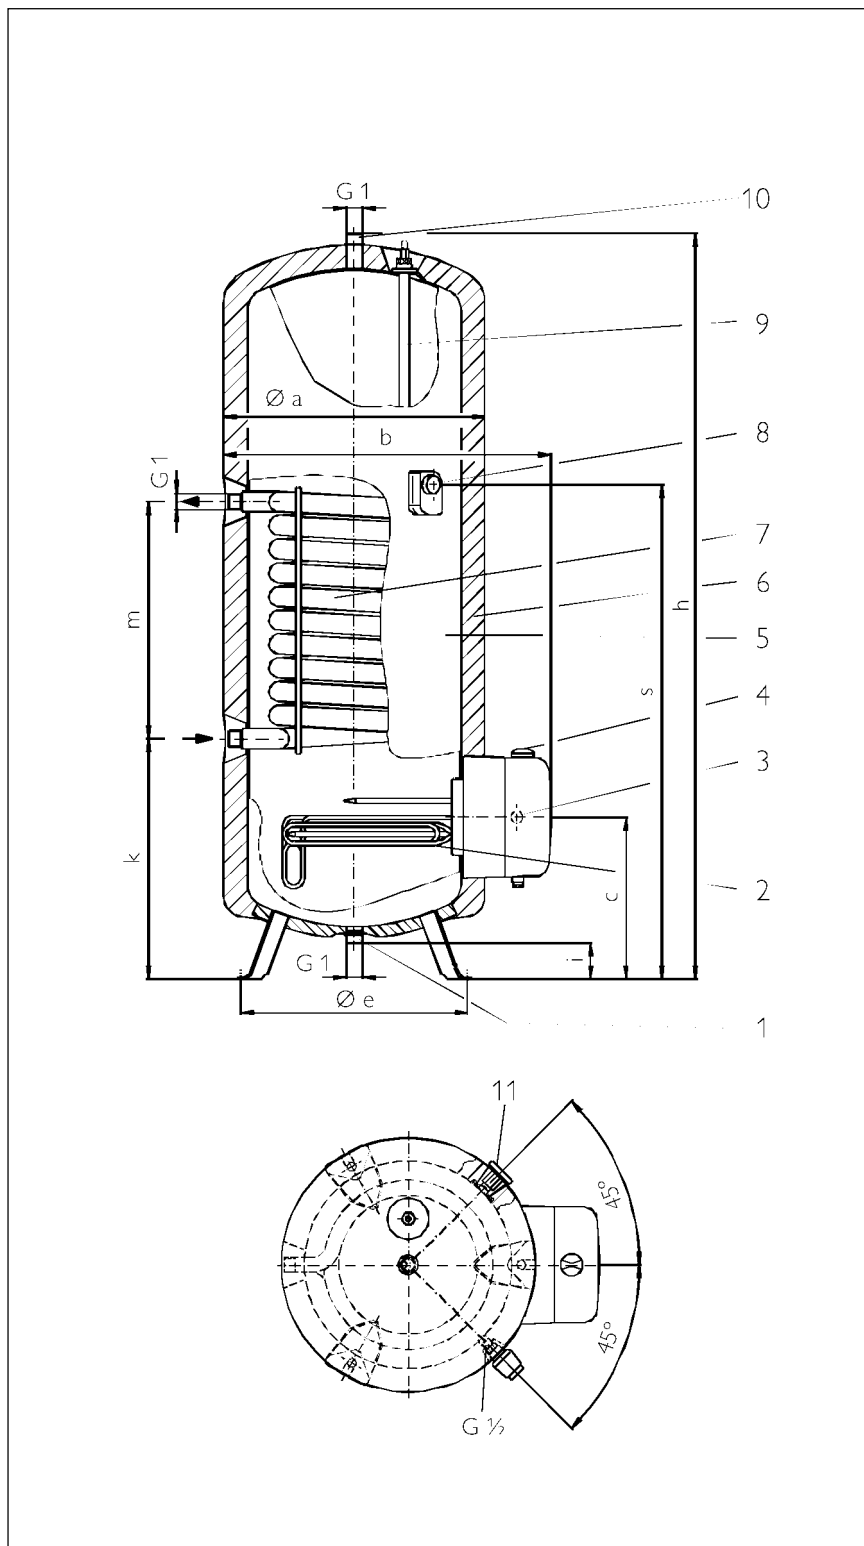
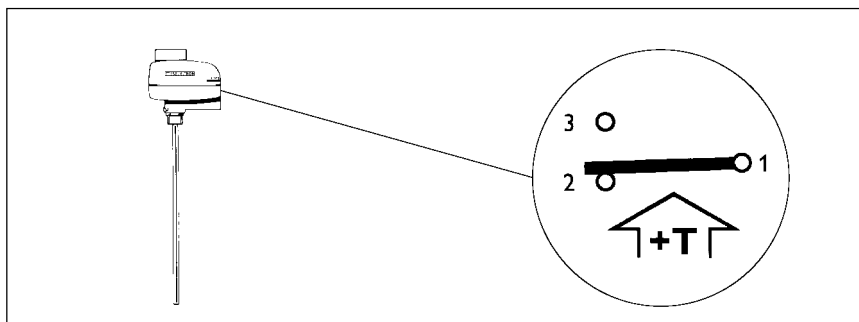
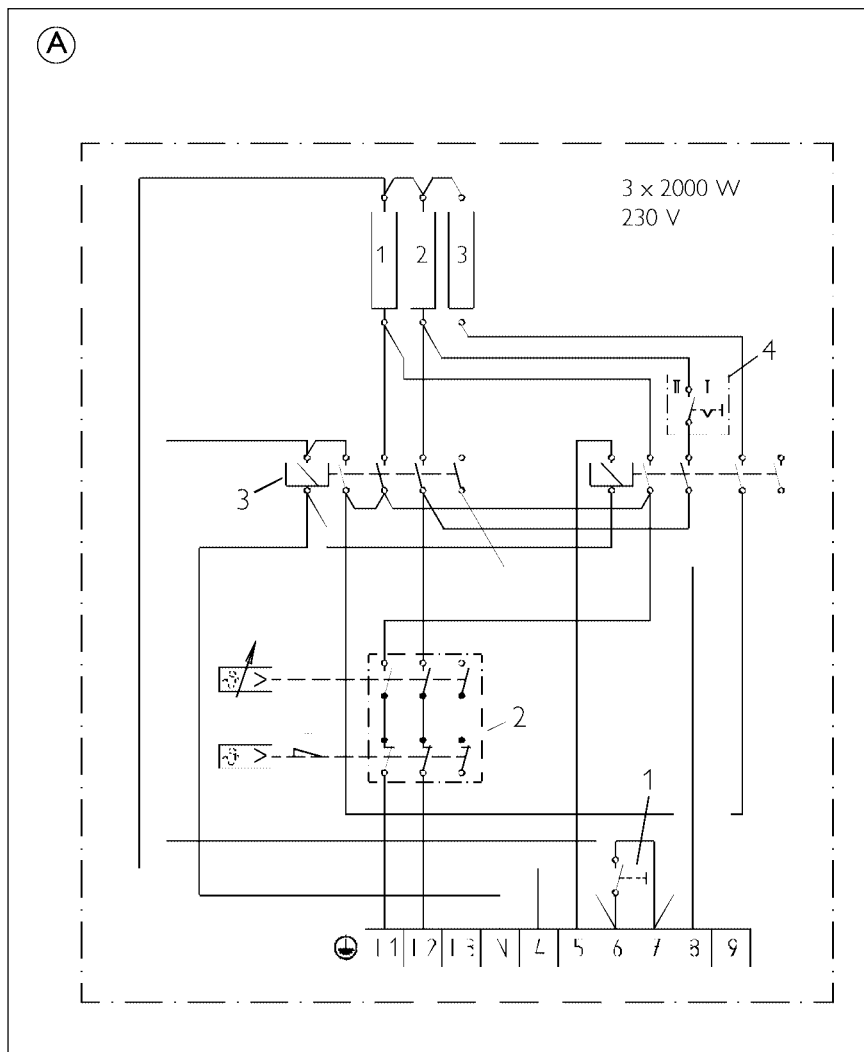

Рис. 3
Рис. 6
Рис. 7
**Описание (рис. 3)**
В случае, если установки циркуляционного прохода не избежать, то необходимо его урегулировать термически и синхронизировать. Для присоединения циркуляции к напольному накопительному водонагревателю следует снять термометр (рисунок 3, пункт II).
- Монтировать регулятор температуры отопительного котла (RWF I N-A). Присоедините к опоре (G ½), находящейся слева от теплофланца и смещенной на 45°, стандартную муфту (G ½) и приложенный регулятор температуры (рис. 3, п. 8). Уплотнить с помощью пеньки или веревки PTFE. Болтовое соединение, находящееся в помещении распределительного устройства теплофланца, необходимо ввинтить в резьбовое соединение корпуса регулятора. Накопитель не имеет отдельного температурного ограничителя у теплообменного устройства. Эта функция должна быть обеспечена через источник тепла (напр. отопительный котел). Регулятор температуры включен однополюсно (рис. 6). Диапазон установки температуры – 30 - 90 °С. Максимальное установочное ограничение регулируемое, первоначально установлено на 60 °С.
Учитывайте VDE 0100 и предписания местной организации электроснабжения. Прибор рассчитан на подключение стационарно проложенной проводкой. Напольные накопители SHW имеют режим обычного и быстрого нагрева, включаемый кнопкой быстрого нагрева. Если энергоснабжающая организация не допускает быстрое нагревание, то кнопку (рис. 3, пункт 3) необходимо закрыть пластмассовым колпачком, находящимся в коробке распределительного устройства. Теплопроизводительность обычного нагревания установлена на длительность нагревания 8 часов (силовой выключатель на “I”, рис. 7, пункт 4). Если энергоснабжающая организация не допускает такой длительности – она может быть установлена на “II” (4 часа).
- С помощью коммутационного контакта ручки выбора температуры (рис. 6) 6 [3,5] A / 230 V может быть настроено приоритетное включение или циркуляционный насос с приоритетным включением.
**(A) Схема соединений (рис.7)**